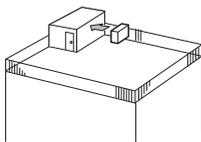

Fig. 2-3
- ① Oro išėjimo angą įtaisykite pakreipdami link artimiausios sienos, maždaug 35 cm atstumu nuo jos. (Fig. 2-3)